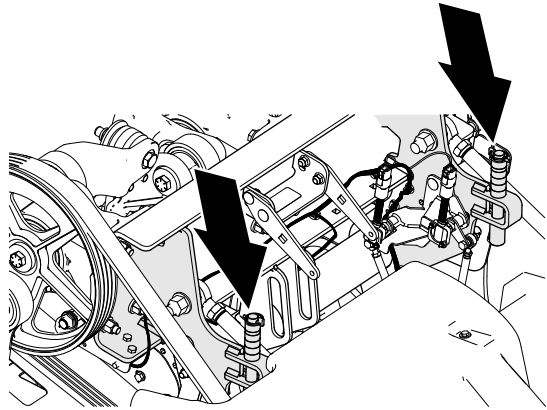
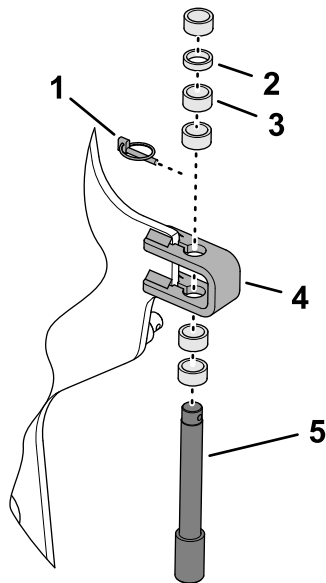

图 111
图 112
3. 拆下将限深销和隔片固定至限位支架的保险销 图 111 和 图 112。